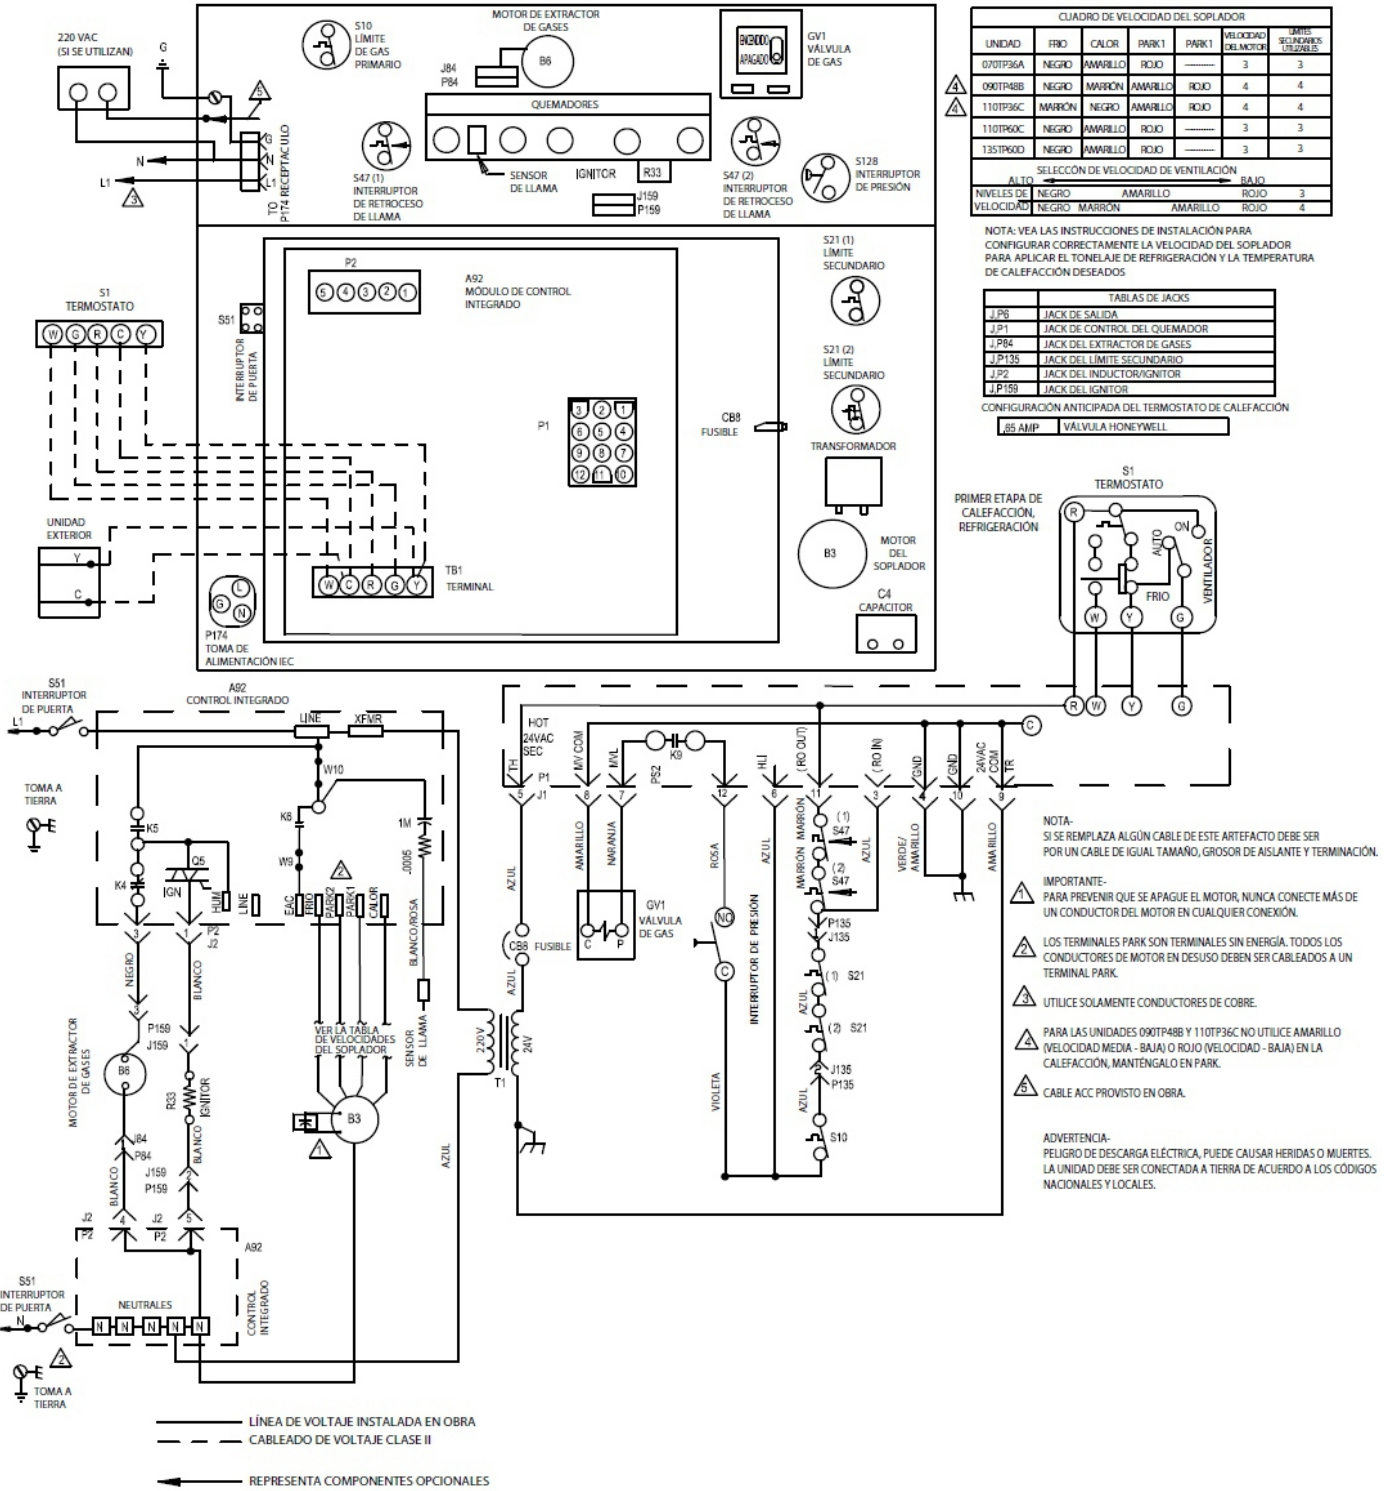

FIGURA 28
Consultar el diagrama esquemático de cableado de la figura 28.
- 4 - Complete las conexiones de cableado al equipo. Utilice el diagrama de cableado de la unidad suministrado que se muestra en la figura 28. Utilice alambre de calibre 18 o mayor que sea adecuado para una clasificación de Clase II de las conexiones del termostato.
- 8 - Instale el termostato del cuarto de acuerdo con las instrucciones incluidas con el termostato. Ver la figura 28 para las designaciones del termostato. Si el calefactor se hace corresponder con una bomba de calor, consulte las instrucciones incluidas con el termostato de doble combustible.
(siga los pasos a continuación o consulte la Figura 28 para mayores detalles)